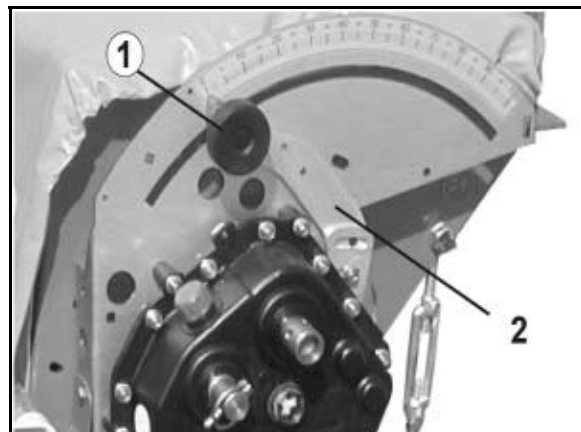

Fig. 34
1. Vastzetknop (Fig. 34/1) van de instelhendel van de aandrijfkast losdraaien.
2. Wijzer van de instelhendel (Fig. 34/2) op de gewenste positie van de aandrijfkast schuiven.
3. Vastzetknop (Fig. 34/1) weer aandraaien..